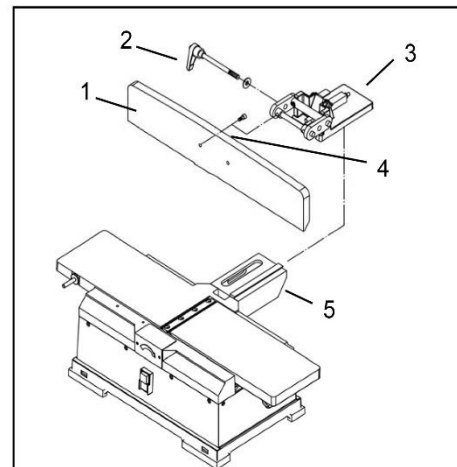
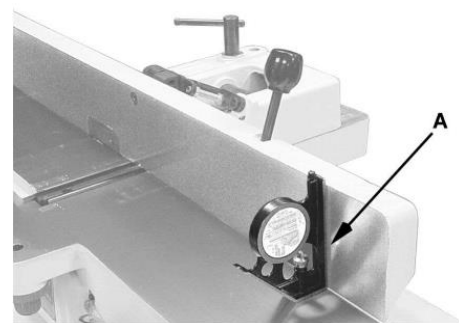
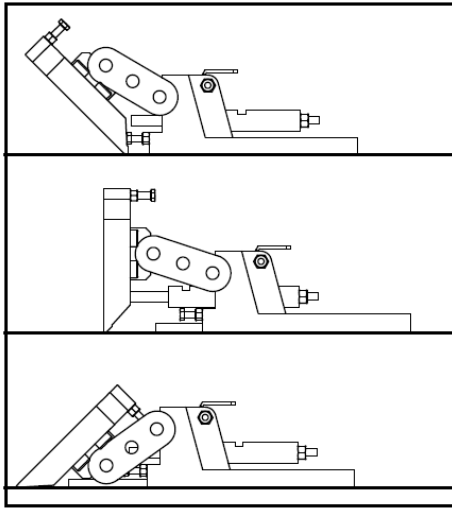

Рис. 18
Рис. 19
Рис. 20
Упор можно наклонить на любой угол до 45° внутрь или наружу (см. Рис. 18, Рис. 19, Рис. 20).
2. Ослабьте рукоятку наклона упора (2, Рис. 18), повернув ее против часовой стрелки. Если необходимо изменить положение рукоятки, вытяните ее, поверните в новое положение и отпустите.
3. Вручную наклоните упор на нужный угол, для измерения угла используйте угломер (не входит в комплект) (A, Рис. 19).
4. Когда упор будет установлен под нужным углом, затяните рукоятку наклона (2, Рис. 18).